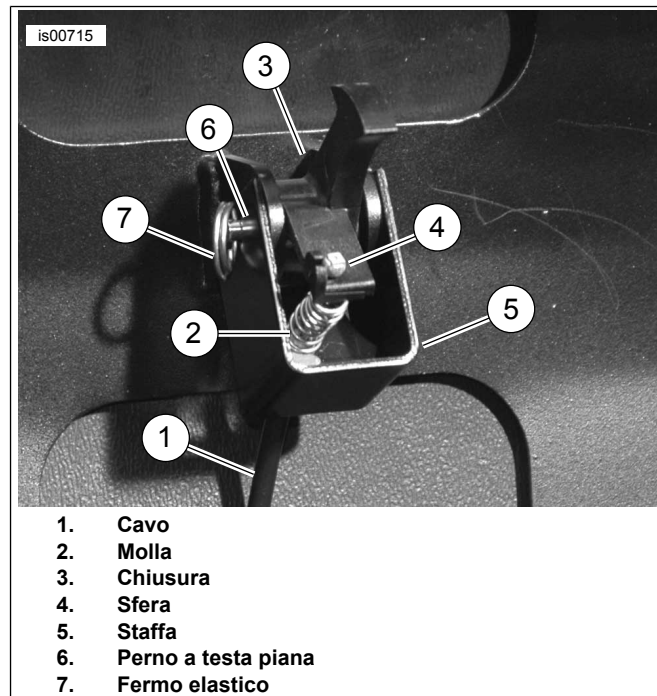
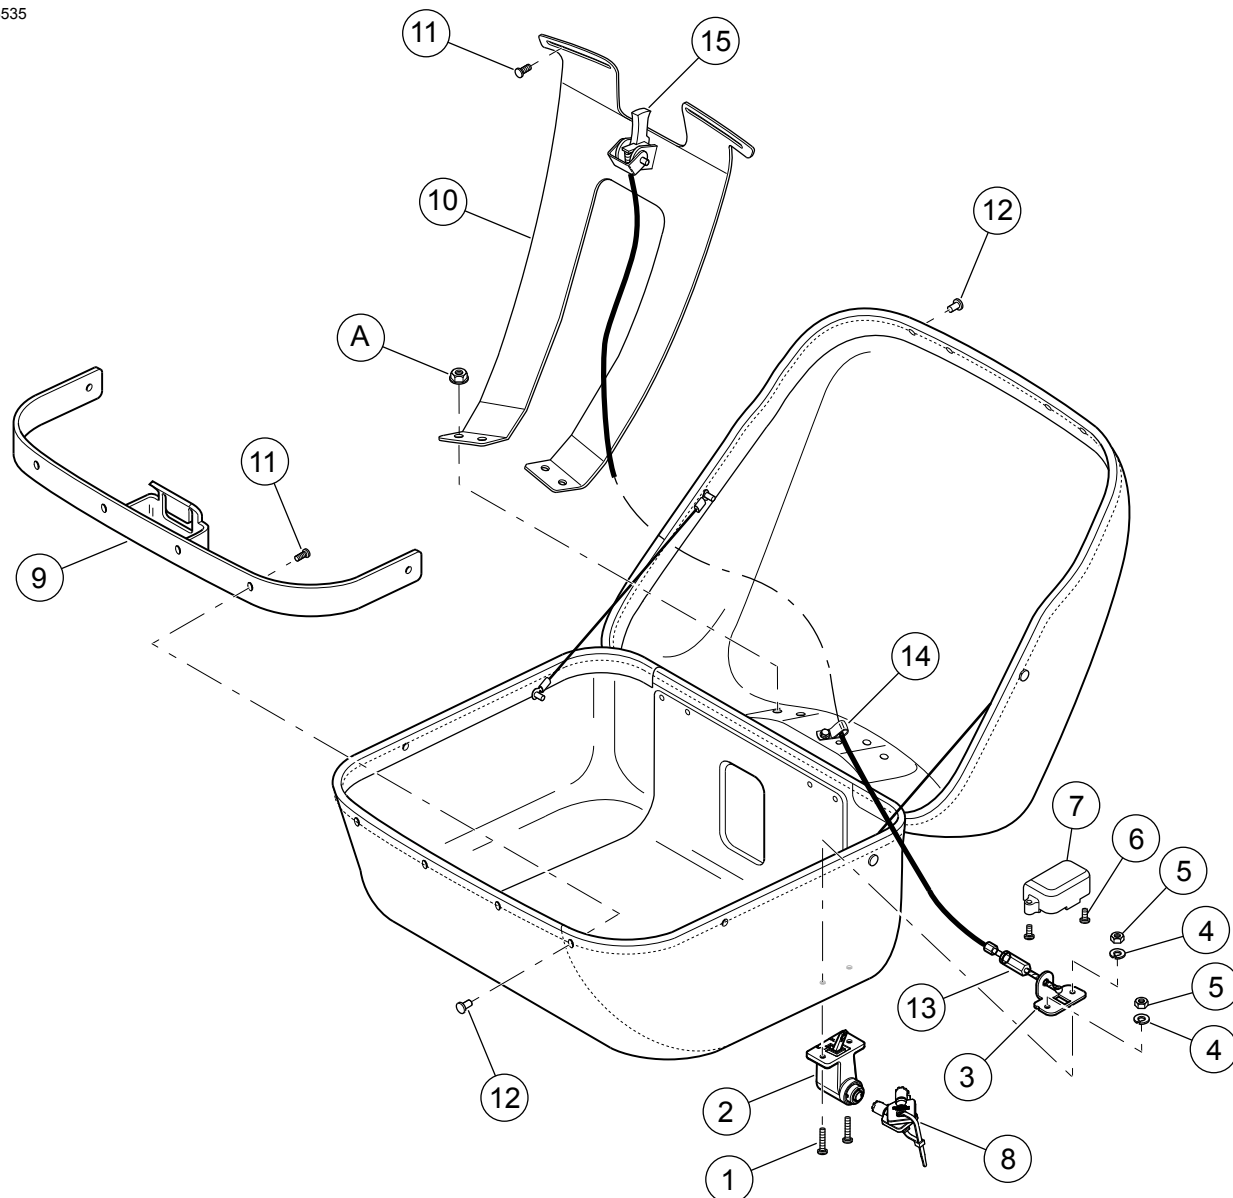

Figura 7. Installazione del kit della serratura e molla
Figura 9. Parti di ricambio: serratura del Tour-Pak in pelle
Vedere Figura 9 e Tabella 1
1. Vedere Figura 9. Collocare la sagoma della serratura (16) nell'angolo anteriore destro sulla parte inferiore del Tour-Pak e fissarla con un nastro.
7. Inserire due viti (1) attraverso i fori di montaggio della serratura e nel Tour-Pak.
8. Montare la serratura (2) e la piastra di appoggio (3) con due rondelle di sicurezza (4) e relativi dadi esagonali (5) presi dal kit.
9. Usando una chiave a brugola da 4,8 mm (3/16 in), togliere due viti (6) e il coperchio (7).
5. Vedere Figura 9. Installare il coperchio (7) sopra l'asta della serratura e l'estremità del cavo usando le due viti (6).
1. Vedere Figura 7. Inserire l'estremità libera del cavo (1) attraverso la molla (2), e inserire il cavo nella scanalatura nella chiusura (3) in modo che la sfera all'estremità del cavo (4) resti ferma al suo posto.
2. Collocare la chiusura all'interno delle linguette del coperchio del Tour-Pak, e la staffa della chiusura (5) all'esterno delle linguette, allineando i fori. Inserire il perno a testa piana (6) attraverso i fori, e fissarlo con un fermo elastico (7).
3. Vedere Figura 9. Inserire la chiave (8) nella serratura (2) e, se necessario, girarla per aprire la serratura. Spingere la chiusura nella serratura e controllare che questa funzioni regolarmente. Registrare il cavo se necessario.